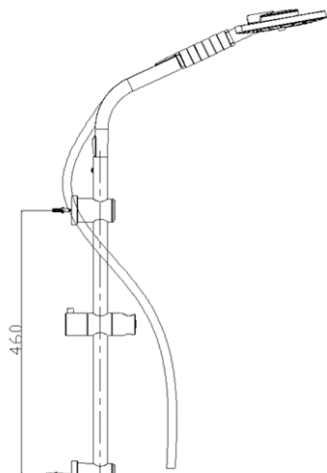

Рис. 7
- Вставьте трубу /5/ в нижний кронштейн /3/, с помощью самореза /2с/ (длинного) прикрепите кронштейн /3/ к стене, затем закройте его декоративной крышкой /1/, как на рис. 7.